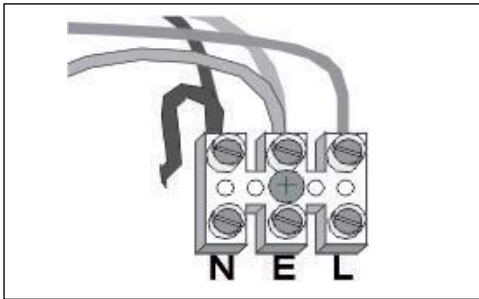

Fig. 14 Cable de terminación
- ▶ Conecte los cables al bloque terminal y a la clavija de tierra (Fig. 14):